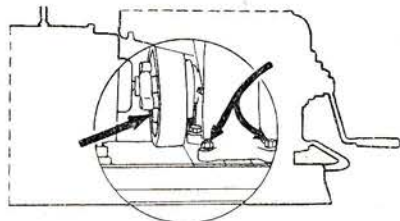

Рис. 1
Прежде чем приступить к разборке двигателя, необходимо подготовить рабочее место — верстак или прочный стол, на котором не должно быть никаких посторонних предметов или деталей других двигателей. Под рукой нужно иметь полный набор инструментов, прилагаемых к двигателю (рис. 1), а кроме того, слесарный и деревянный молотки, несколько выколоток из крепких пород дерева, шаберы, универсальные плоскогубцы, плоскогубцы «кутиный нос», кусачки, нож с широким лезвием, паяльник, сосуд с керосином для промывки деталей, обтирочный материал, маслянку с маслом, ведро для воды и сосуд для масла.
3. Отвернуть 4 гайки ключом 22 мм (рис. 1), отодвинуть двигатель от генератора, снять прорезиненные муфты с пальцев, затем снять двигатель с рамы.